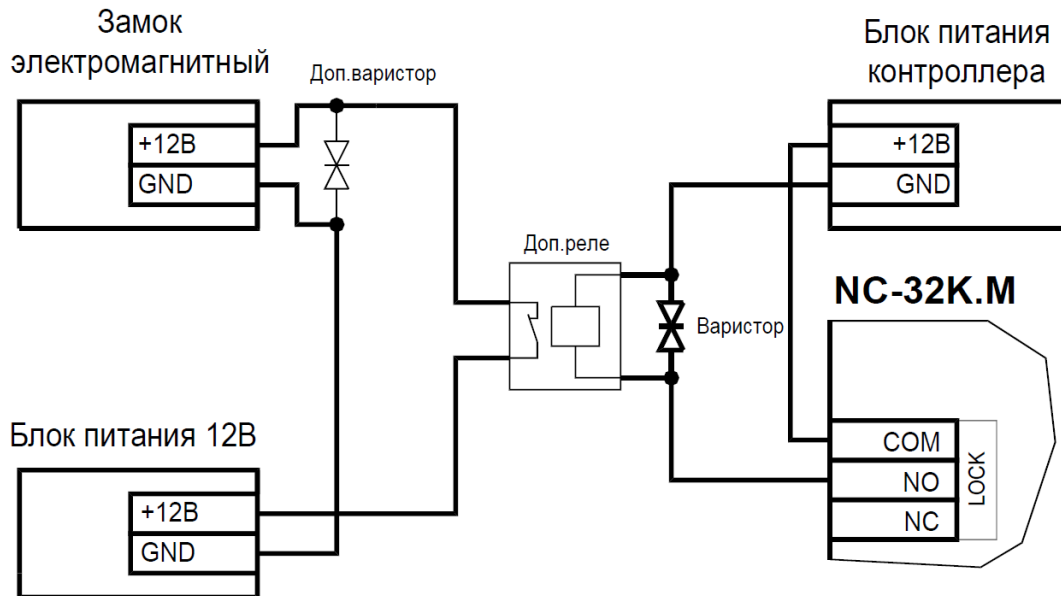

Рисунок 12. Схема подключения замка с большим током потребления
- Установите дополнительное промежуточное реле (рис. 12).
Реле должно срабатывать от напряжения 12 В, подаваемого от контроллера, а исполнительные контакты – обеспечивать длительную многократную коммутацию силовой цепи замка. Настоятельно рекомендуется установить дополнительный варистор на стороне замка (рис. 12). Обратите внимание, второй варистор в комплект поставки не входит.